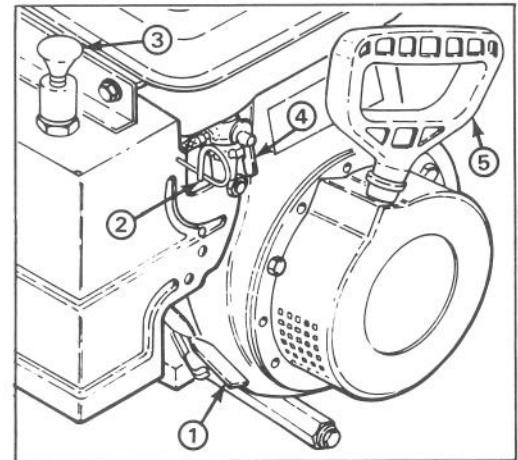

Abbildung 10
Drossel (Abb. 10)—Ein Vorschieben der Drossel erhöht die Motordrehzahl.
Choke (Abb. 10)—Der Choke befindet sich hinten an der Motorhaube. Zum Starten des kalten Motors den Choke nach rechts, auf VOLL drehen, und bei zunehmender Erwärmung den Choke wieder langsam auf AUS bringen.
Tupfer (Abb. 10)—Den Tupfer nach oben ziehen, um eine kleine Menge Benzin als Kaltstarthilfe in den Motor zu pumpen.
Benzinhahn (Abb. 10)—Der Benzinhhahn befindet sich unten am Kraftstofftank. Den Benzinhhahn schließen, um den Kraftstofffluß vom Kraftstofftank zu stoppen. Den Hahn öffnen, damit das Benzin in den Vergaser fließen kann. Den Benzinhhahn schließen, wenn die Fräse nicht im Betrieb ist.
Rücklaufstarter (Abb. 10)—Der Rücklaufstarter befindet sich hinten am Motor und wird zum Starten des Motors herausgezogen.
3. Den Choke zur vollen Choke-Stellung herausziehen (Abb. 10).
5. Bei Temperaturen zwischen -12° und -18°C den Tupfer (Abb. 10) einmal ziehen; bei Temperaturen unter -18°C zweimal ziehen.
6. Den Rücklaufstarter (Abb. 10) langsam so lange herausziehen, bis Widerstand spürbar ist; dann den Motor mit einem kräftigen Armzug herumwerfen. Den Startgriff festhalten und das Seil langsam zurückgleiten lassen.
7. Nachdem der Motor angesprungen ist, den Choke (Abb. 10) in ½-Stellung für 10-30 Sekunden bringen, dann auf AUS stellen.